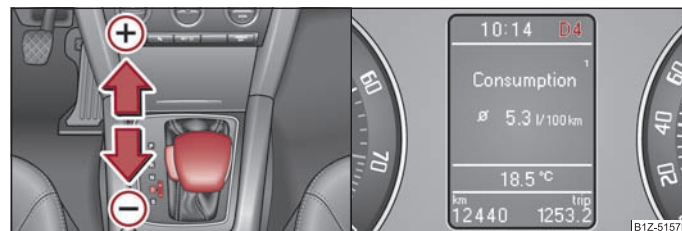

Abb. 120 Wählhebel: manuelles Schalten / Informationsdisplay: manuelles Schalten
Die eingelegte Wählhebelstellung wird zusammen mit dem eingelegten Gang im Informationsdisplay des Kombi-Instruments angezeigt ⇒ Abb. 120 - rechts.
- Tippen Sie den Wählhebel (in der Tiptronic-Stellung) nach vorn an ⇒ Seite 119, Abb. 120 (+).